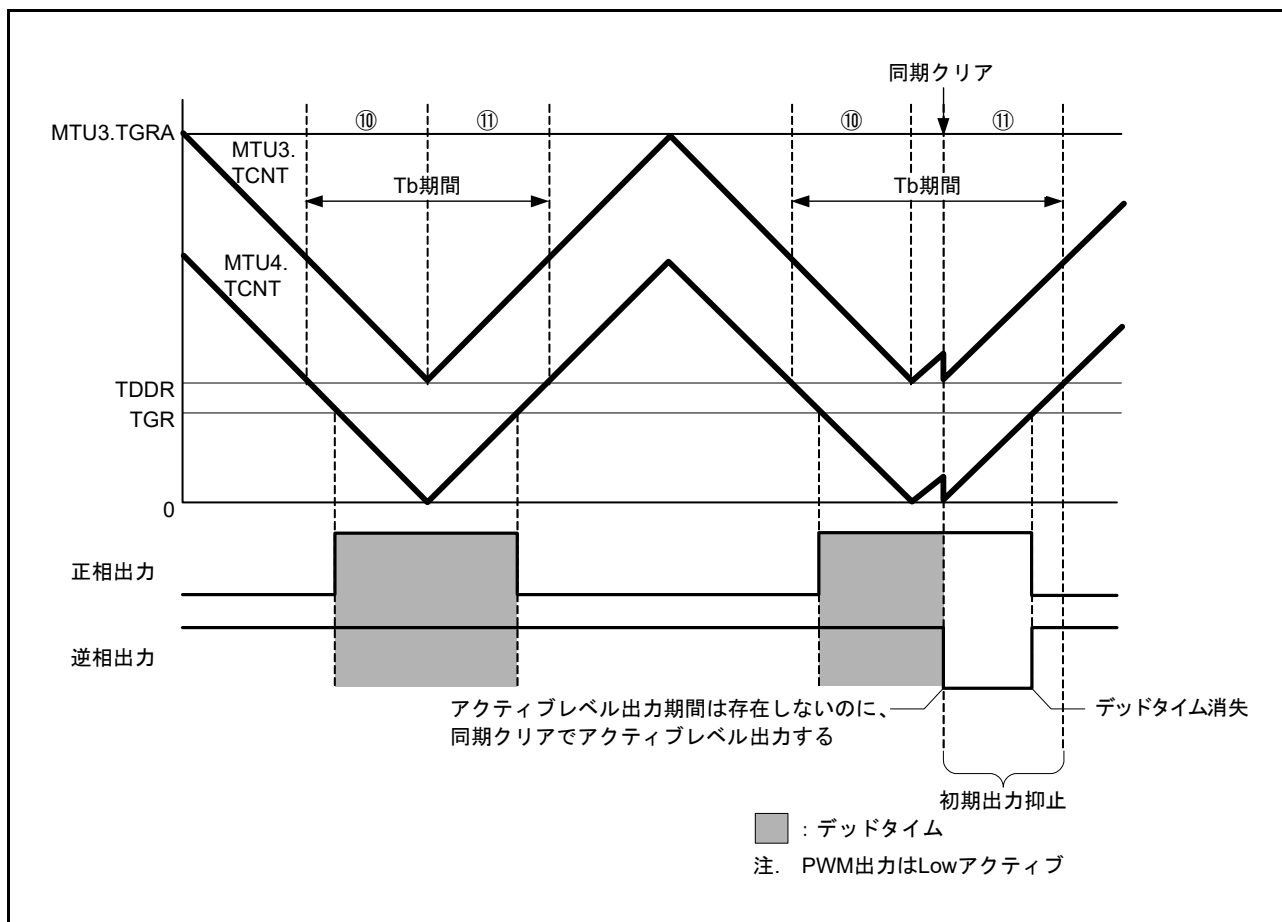

図 23.112 同期クリア例 (条件 2 の場合)
条件 2 : 初期出力の抑止期間^⑩、^⑪にて、 $MTU3.TGRB \leq TDDR$ 、 $MTU4.TGRA \leq TDDR$ 、 $MTU4.TGRB \leq TDDR$ のいずれかが成立する状態で、同期クリアした場合 (図 23.112 参照)。